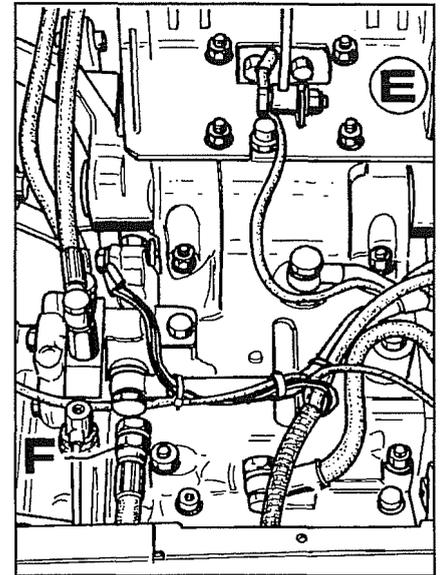
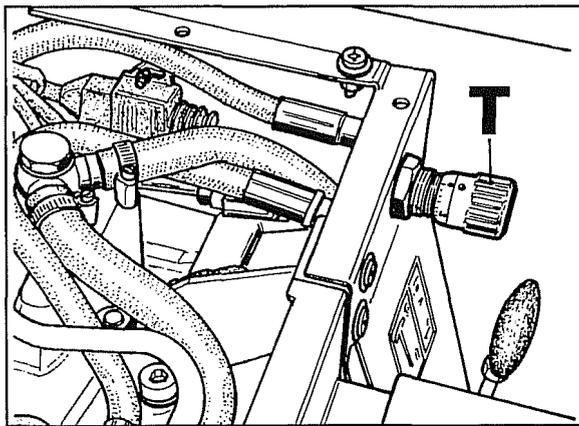

Abb. 8
Abb. 9
4. Den Träger des Fahrersitzes **E** Abb. 8 entfernen und dann die Kabelstränge, die zu den Magnetventilen und dem Endschalter führen, und die Massekabel unterbrechen.
6. Die Öldruckleitung **F** Abb. 8 von Träger des Steuerblocks und das Ventil **T** Abb. 9 der Ölzufuhr zum Zylinder unterbrechen.